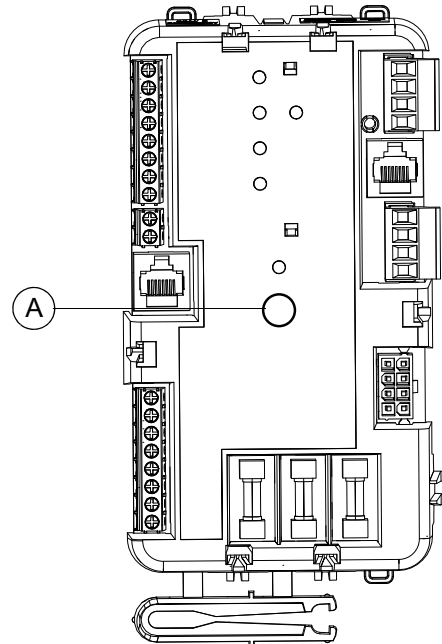

Figura 3-7. Botón de anulación manual
Consulte la Figura 3-7. En ciertos controladores (n.º de pieza A0000520073), se proporciona un botón de anulación manual (A) para fines de diagnóstico. Debería operarlo solo personal calificado cuando el panel está desenergizado.